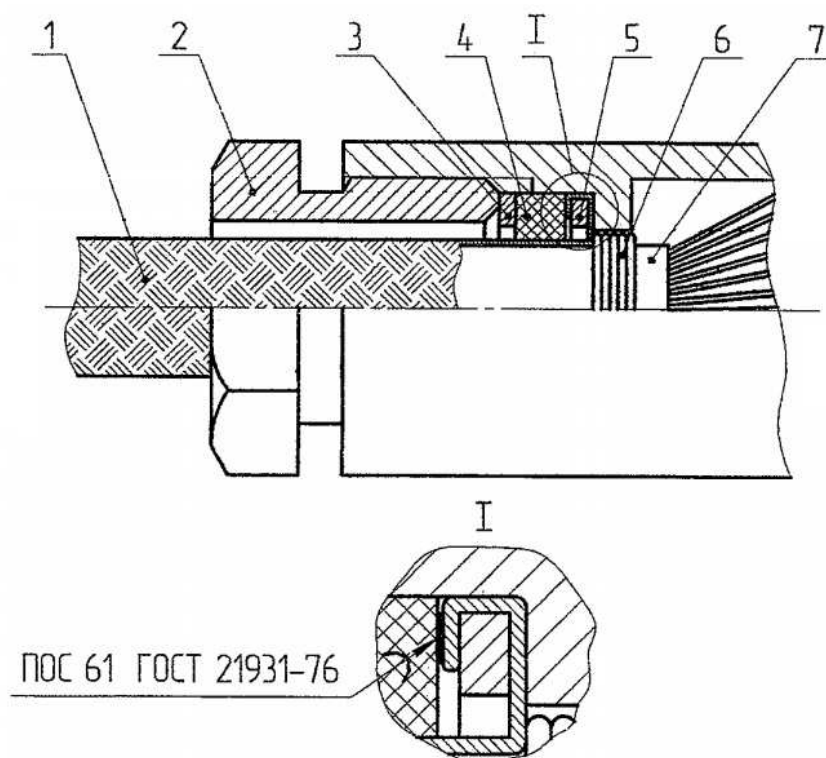

Рисунок 1
- выполнить сборку соединителя в обратной последовательности разборке рисунок1.